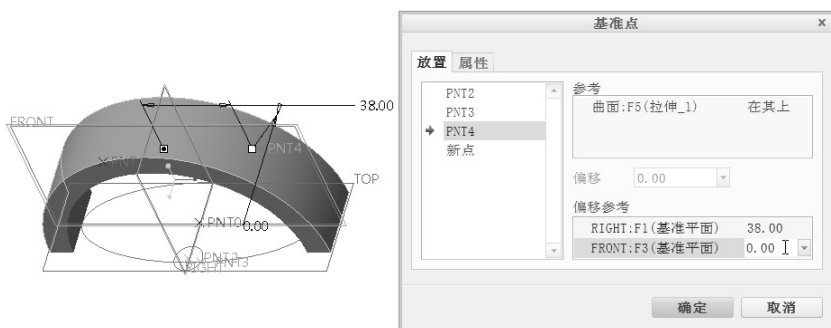

图 3-44 设置偏移参考尺寸
3) 在“基准点”对话框的“偏移参考”收集器中，分别设置两个偏移参考尺寸，如图 3-44 所示。